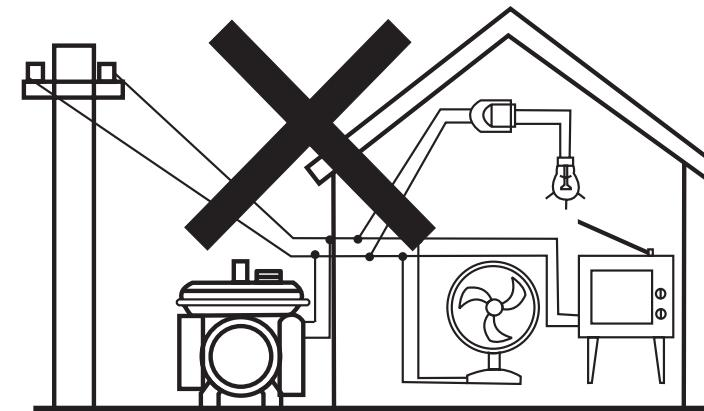

Рисунок 8 — Неправильное подключение генератора к промышленной электрической сети — без блокировок.
- **ВНИМАНИЕ!** Неправильное подключение генератора к местной электросети может привести к подаче напряжения от нее в линию электропередач или наоборот (см. рис. 8).